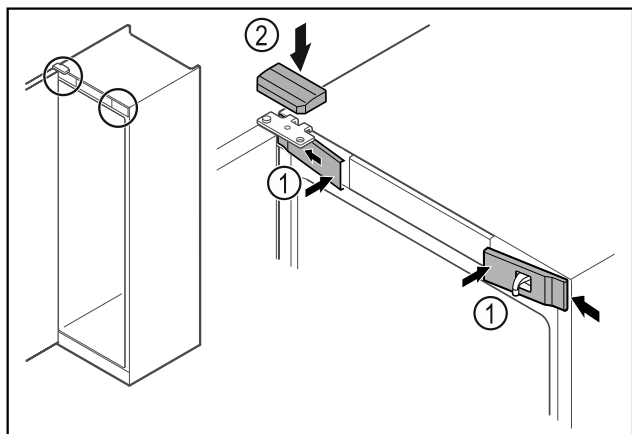

Fig. 47
- ▶ Zaháknite predné kryty Fig. 47 (1) naboku a zaistite ich.
- ▶ Zaistite horný kryt Fig. 47 (2) zhora.